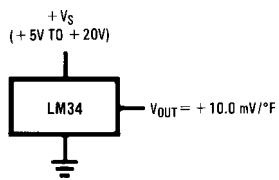
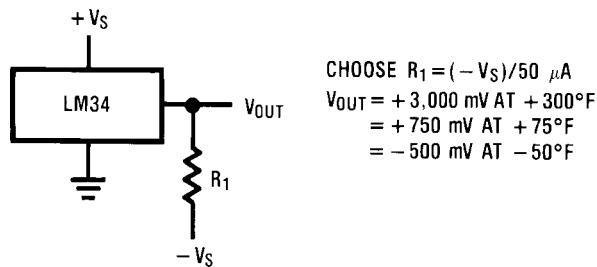

FIGURE 1. Basic Fahrenheit Temperature Sensor
FIGURE 2. Full-Range Fahrenheit Temperature Sensor
**Note 2:** 特記のない限り、これらの仕様は以下の条件で適用されます。LM34 および LM34A では - 50 F ~ Tj + 300 F、LM34C および LM34CA では - 40 F ~ Tj + 230 F、そして LM34D では + 32 F ~ Tj + 212 F。テスト回路および条件は、Figure 2 の回路において VS = + 5VDC、そして ILOAD = 50 µA、また LM34 および LM34A では 230 F ~ Tj 300 F の場合 + 6VDC です。また、これらの仕様は Figure 1 の回路では + 5 F から TMAX まで適用されます。
- Note 10:** 待機時消費電流は Figure 1 の回路で定義されています。
(In Circuit of Figure 1)**
(In Circuit of Figure 2;